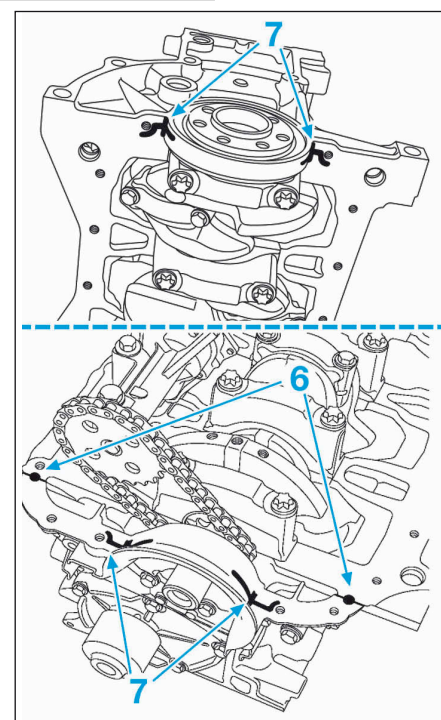

FIG.14
- Appliquer deux points (6) de joint silicone d'un Ø de 7 mm à l'intersection du carter de fermeture de vilebrequin (Fig.14).
- Appliquer des cordons (7) de joint silicone d'un Ø de 5 mm sur le bloc-cylindres.